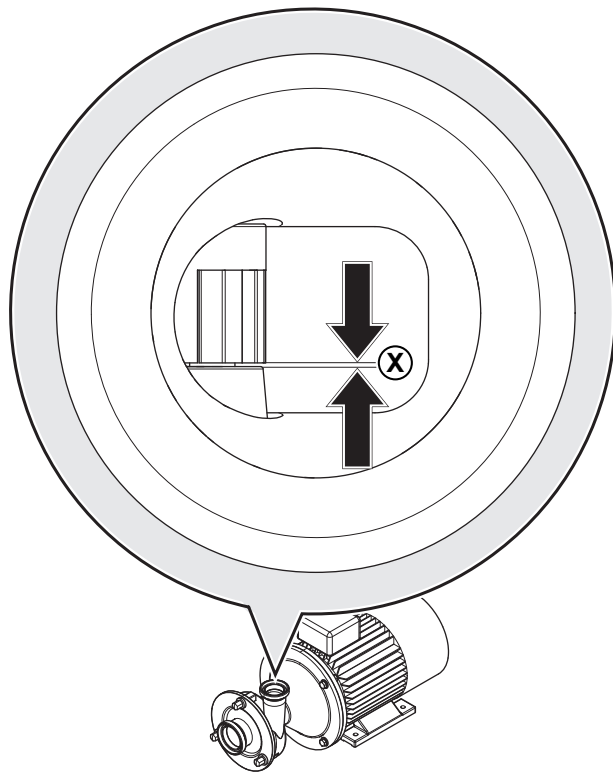

Рис. 28 Измерение зазора "рабочее колесо - крышка корпуса"
2. Измерить зазор в зоне присоединительного патрубка (напорной линии). См. также Рис. 28 „Измерение зазора "рабочее колесо - крышка корпуса"“.